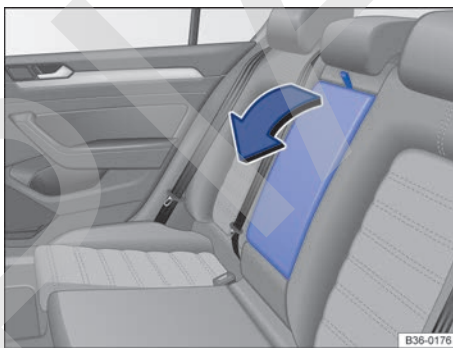

Fig. 103 Reposabrazos central trasero abatible.
- Para *bajar* el reposabrazos, tire del lazo en el sentido de la flecha → fig. 103.
- Para *levantar* el reposabrazos, presiónelo hacia arriba en el sentido contrario al de la flecha → fig. 103 y encájelo en el respaldo del asiento hasta el tope.